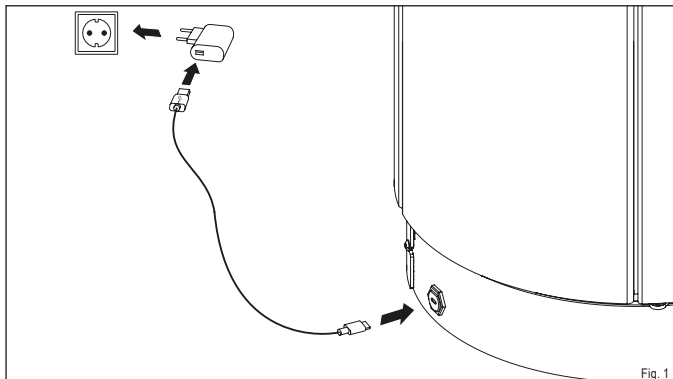

Fig. 1
- ▶ Connectez le câble USB-C au port du poêle et à la prise d'alimentation (Fig. 1).
- ▶ Branchez la fiche secteur sur le réseau électrique (Fig. 1).